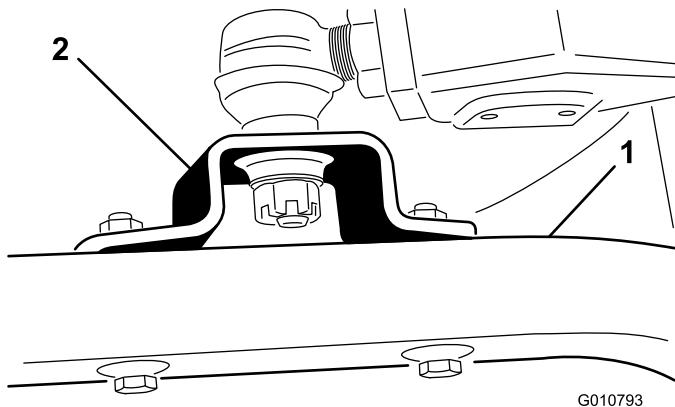

Figura 19
- Retire los tornillos de caperuza y las contratuerzas que sujetan los soportes de las articulaciones esféricas a los brazos de las ruedas giratorias de la unidad de corte (Figura 19).
- Mueva la palanca de elevación a la posición Flotar. Empuje los brazos de empuje hacia abajo con cuidado, hasta que los taladros de montaje de las articulaciones esféricas queden alineados con los taladros de los brazos de las ruedas giratorias (Figura 19).